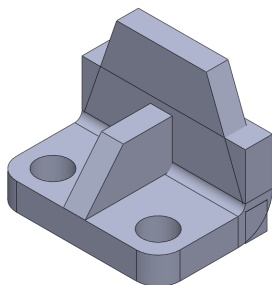

图 9-9 创建边线法兰特征
(4) 单击【确定】按钮，即可创建边线法兰特征，效果如图 9-9 所示。